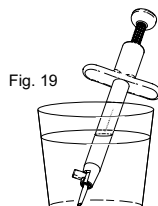

Fig. 19
4. O injetor totalmente montado é colocado com a ponta voltada para baixo num recipiente de BSS para manter a hidratação da lente. (Fig. 19)